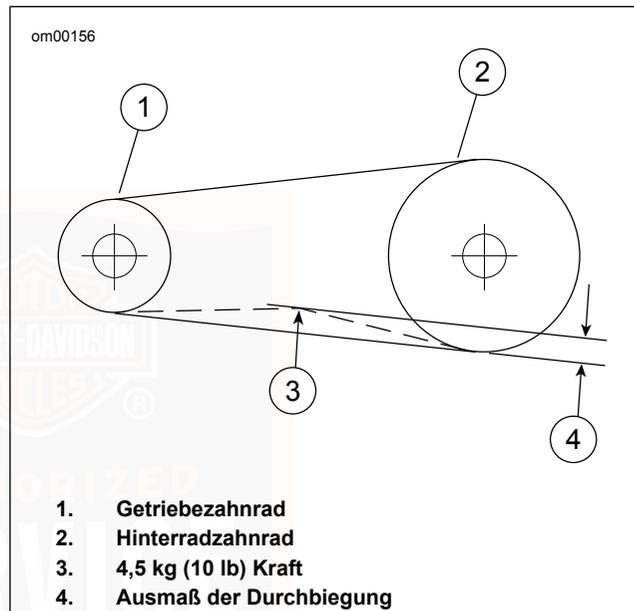

Abbildung 74. Riemendurchbiegung überprüfen
- b. **Alle anderen Modelle:** Siehe Abbildung 74. Bei stillgehaltenem Messgerät Riemendurchbiegung (4) messen.